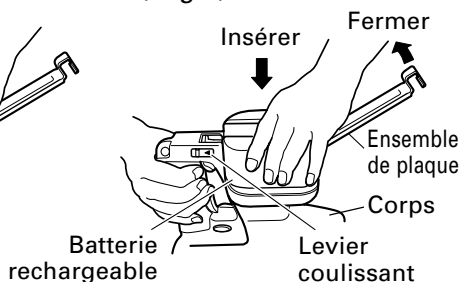

Fig. 5
2. Faire attention au sens d'insertion de la batterie, insérer la batterie et refermer l'ensemble de plaque. Si l'ensemble de plaque et le levier coulissant s'engagent parfaitement l'un dans l'autre, on entendra un déclic. (Fig. 5)